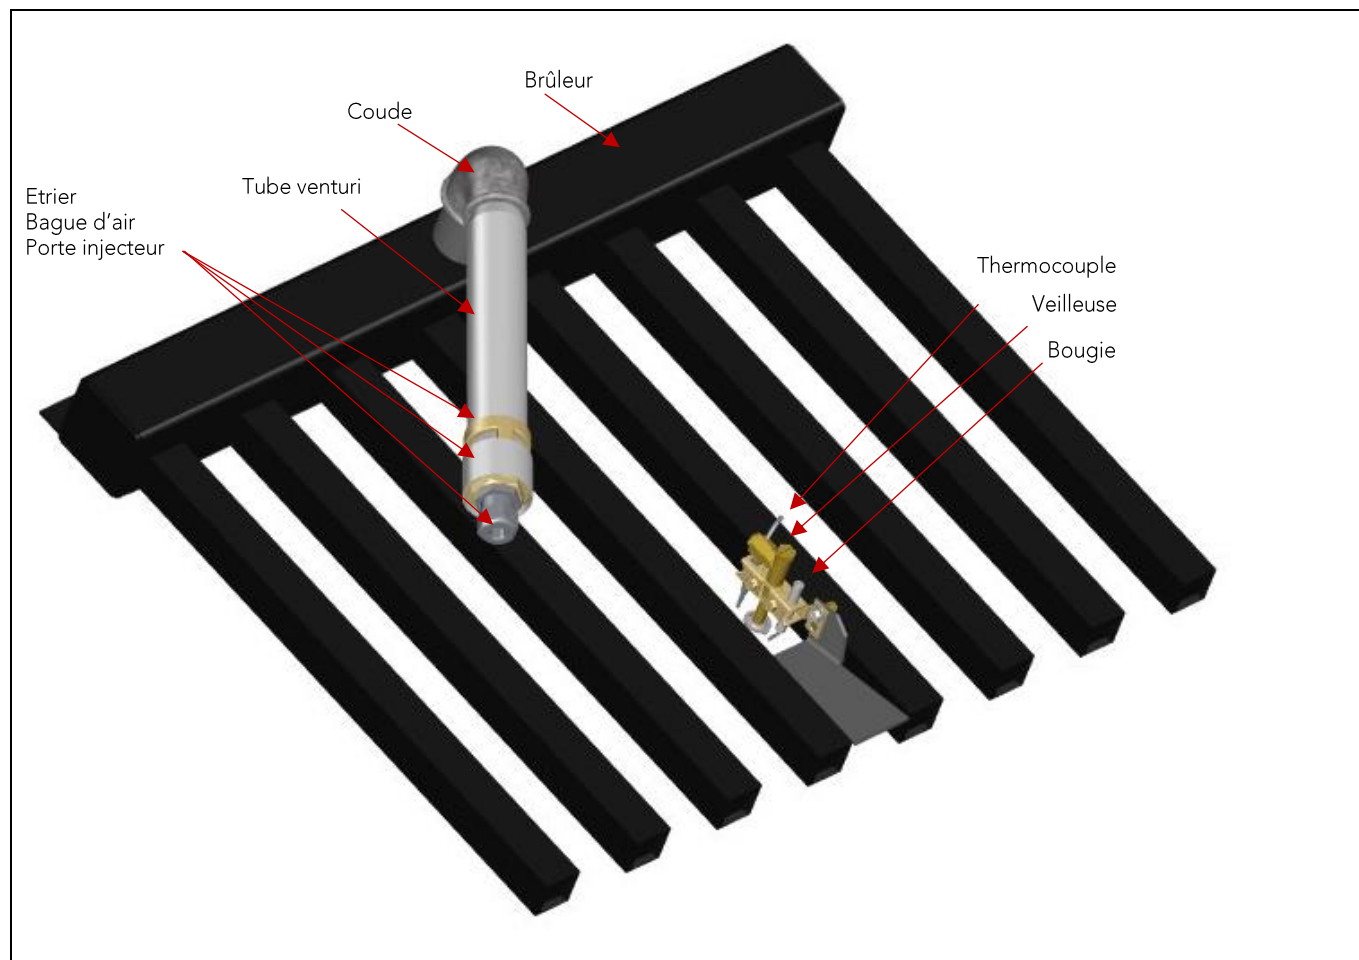

Fig1
- Fig1 brûleur avec 1 sortie venturi (Fig1 représentation du brûleur de la sauteuse 33dm2)